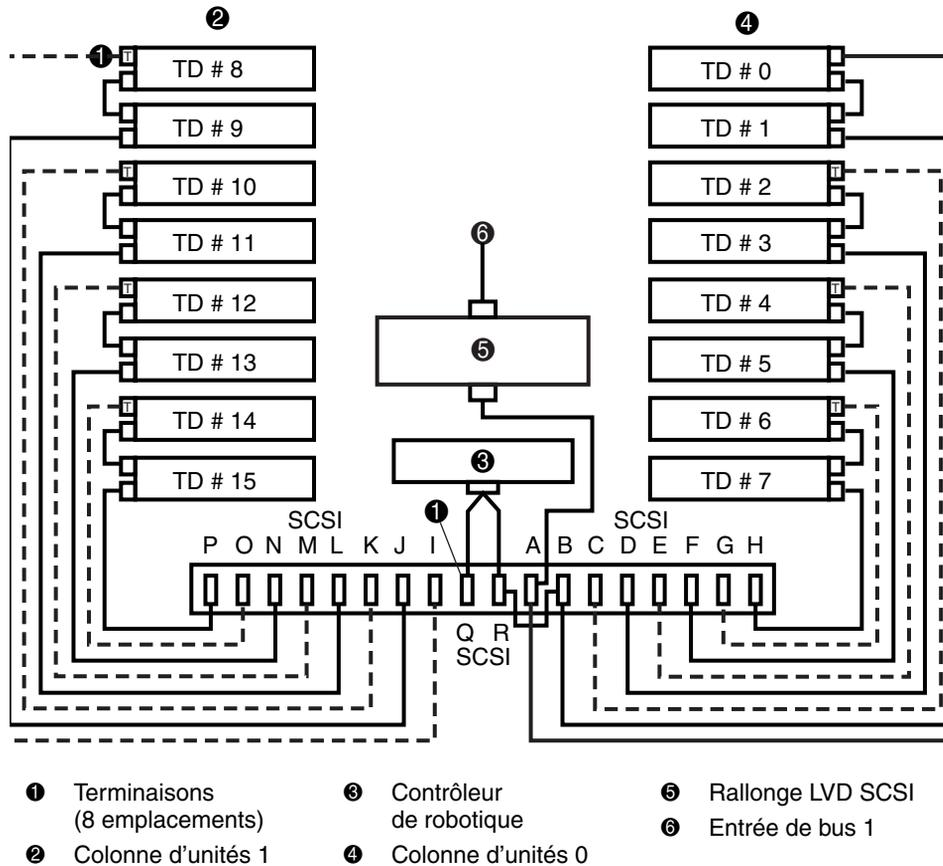

Figure 20 : Configuration de câblage par défaut (16 unités)
3. Vérifiez que toutes les terminaisons et les câbles SCSI internes sont aux emplacements corrects (paramètres par défaut). Reportez-vous à la Figure 20.